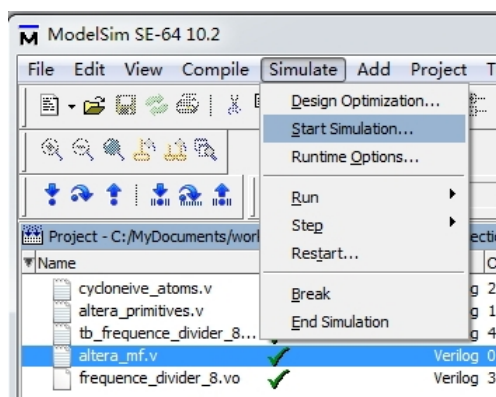

图 15 开始仿真设置选项
- 第一步点击 simulate->start simulation 如图 15